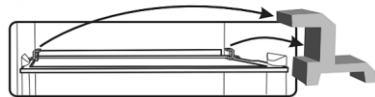

Рис. 5
9. Видалити всі червоні елементи з полиць (рис.5), вони потрібні тільки для транспортування.